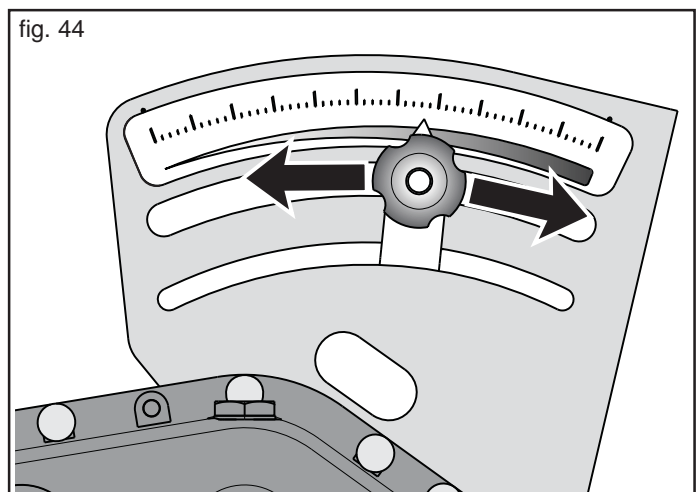

fig. 44
- 7) ... bringen Sie durch Drehen an der Getriebeverstellung den Skalenzeiger in die gewünschte Position (Abb. 44).